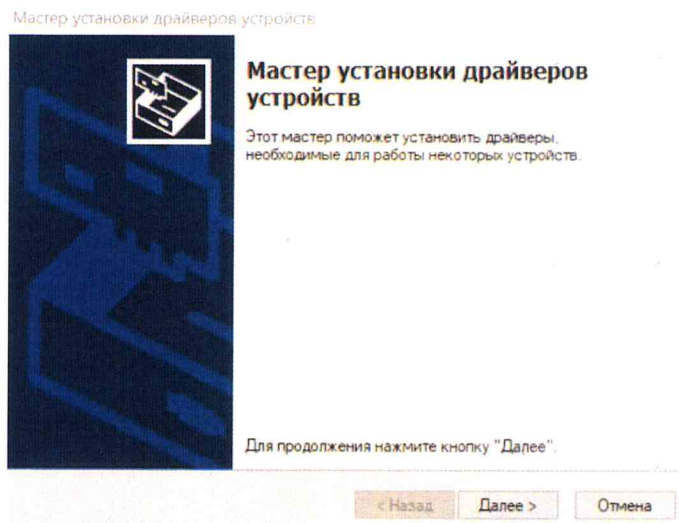

Рисунок 20
8) В появившемся окне нажмите «Далее» (рисунок 20).